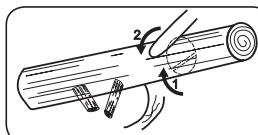

Fig. 12B
2. Pour un tronc supporté dans un seule extrémité : pratiquez d'abord une coupe depuis le bas jusqu'à 1/3 du diamètre du tronc pour éviter une fissure longitudinale. Ensuite terminez la coupe d'en haut de façon à ce qu'elle rejoigne la première coupe et que vous évitez de bloquer le guide-chaîne. (Fig. 12B).